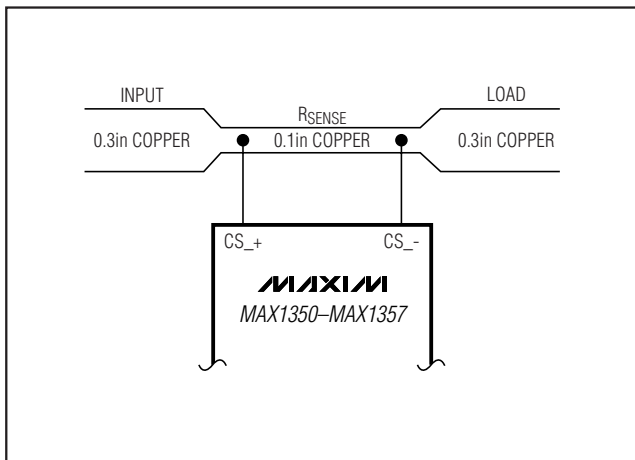
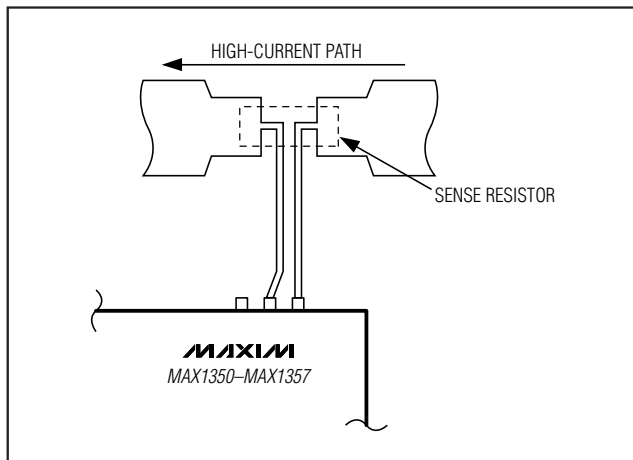

图3. 采用PC板走线构成 $R_{SENSE}$
图4. 检测电阻的Kelvin连接
- 5) 成本：如果 $R_{SENSE}$ 成本较高，可选用图3所示的替代方案。该方案采用PC板走线来构成检测电阻。由于铜电阻不够精确，必须通过一个电位器来调整满量程电流的输出值。而且，铜电阻的温度系数相对较大（约为 $0.4\%/^{\circ}\text{C}$ ）。
图3中，假定被测负载电流为10A，采用0.3in宽、2oz铜走线。0.1in宽、2oz（ $70\mu\text{m}$ 厚）铜线的电阻为 $30\text{m}\Omega/\text{ft}$ 。对于10A电流，相应产生满量程50mV电压跌落，应选择 $R_{SENSE} = 5\text{m}\Omega$ 。该电阻需要约2in长、0.1in宽的铜走线。
采用低阻值检测电阻，MAX1350-MAX1357可进行大电流测量，检测电阻可并联以进一步提高电流检测范围（参见图3）。作为替代方案，PC板走线可在较大范围内调整。最大程度地减小走线长度，并采用Kelvin连接以确保精确检测（参见图4）。